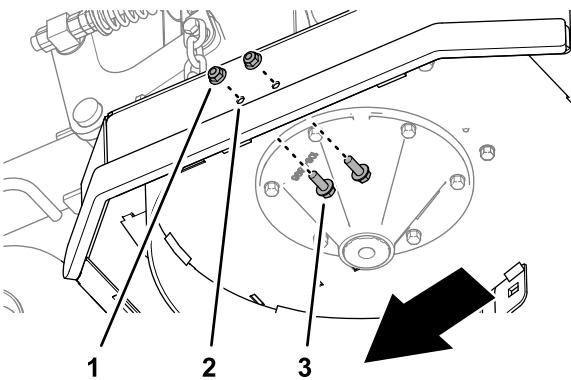

Bild 12
2. Setzen Sie die beiden Bundkopfschrauben ( $\frac{3}{8}$ " x 1") in die 10 mm Löcher im Mähwerk (Bild 12) ein und sichern Sie die Schrauben mit den beiden Sicherungsbundmuttern ( $\frac{3}{8}"), die Sie in Schritt 1 entfernt haben.$